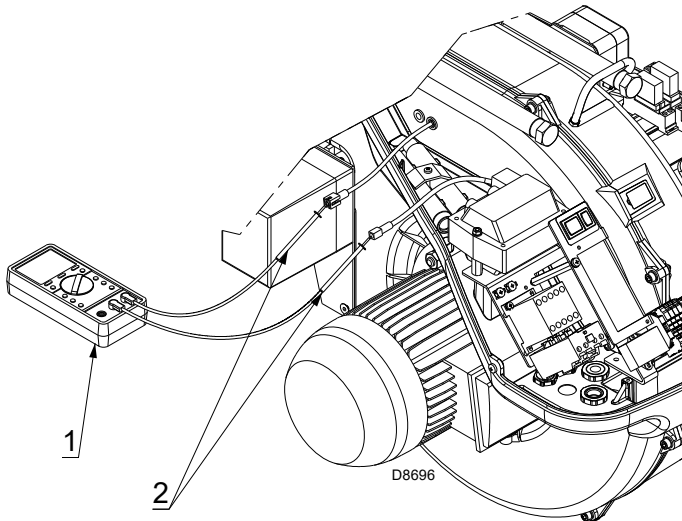

Fig. 35
Después de haber efectuado todas las demás regulaciones del quemador, con el presostato gas de máxima regulado al final de la escala, efectuar la regulación del presostato gas de máxima, (Fig. 35). Para calibrar el presostato gas de máxima, conectar un manómetro a su toma de presión, después de haber abierto su grifo. El presostato gas de máxima se debe regular a un valor no superior al 30% de la medida leída en el manómetro con el quemador funcionando a la potencia máxima. Después de efectuar la regulación, quitar el manómetro y cerrar el grifo.
Si, de todas formas, se quisiera medir la corriente de ionización hay que desconectar la clavija-toma (2)(Fig. 35) colocada en el cable de la sonda de ionización e introducir un microamperímetro 1)(Fig. 35) para corriente continua de 100 μ A final de la escala.